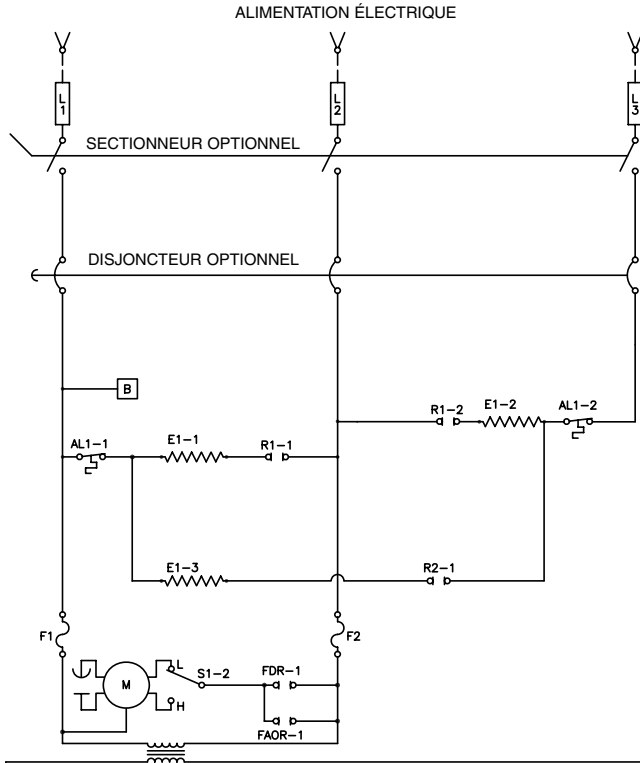

Figure 4
1. La figure 4 reproduit un schéma de câblage typique.